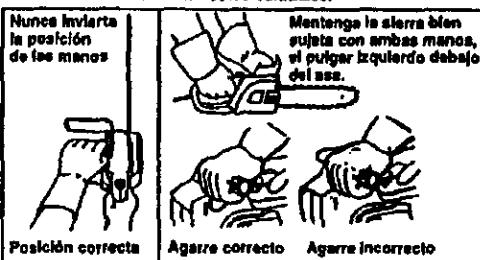

Figura 3
- Mantenga bien sujeta la sierra con ambas manos mientras el motor esté en marcha y no la suelte. Figura 3. El dejar la sierra bien sujetada puede neutralizar los culatazos y ayudarle a mantener el control de la sierra. Mantenga los dedos de la mano izquierda alrededor del asa delantera, con el pulgar en la parte inferior de la misma. Mantenga la mano derecha alrededor del asa trasera, ya sea Ud. derecho o zurdo. Mantenga el codo izquierdo extendido.
- Coloque la mano izquierda sobre el asa delantera de manera que quede en una línea recta con la mano derecha en el asa trasera al hacer cortes verticales. Figura 3. Nunca invierta la posición de las manos para ningún tipo de corte.
- Colóquese de pie ligeramente hacia el lado izquierdo de la sierra para mantener el cuerpo fuera de la línea directa de la cadena. Figura 3.